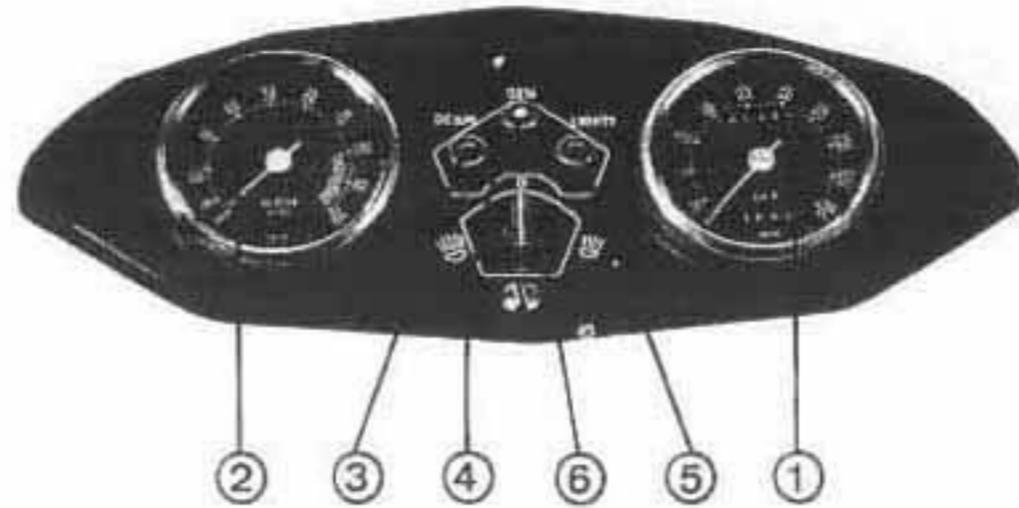

Fig. 2
Cruscotto (vedi fig. 2)
Dashboard (see fig. 2)
2) Cruscotto (vedi fig. 2)